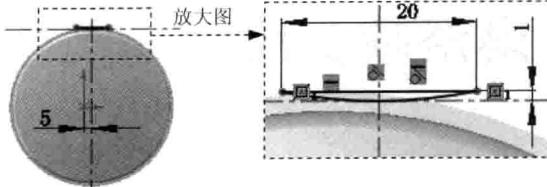
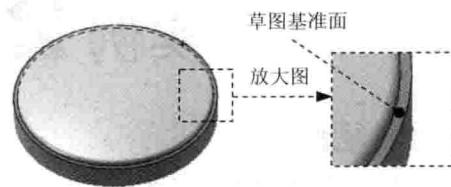

图 2.4 草图 2
图 2.5 定义草图基准面
Step3. 创建图 2.4 所示的“草图 2”。选择下拉菜单 **插入(I)** → **草图绘制** 命令；选取图 2.5 所示的模型表面作为草图基准面；在草绘环境中绘制图 2.4 所示的横断面草图；选择下拉菜单 **插入(I)** → **退出草图** 命令，完成草图 2 的创建。